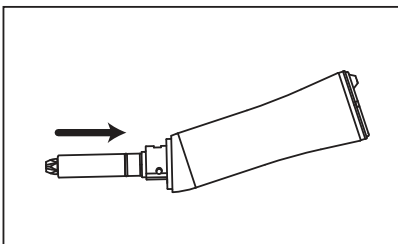

Рис. 9
- 1) Вставьте приводной вал в хвостовую часть корпуса наконечника (Рис.9)